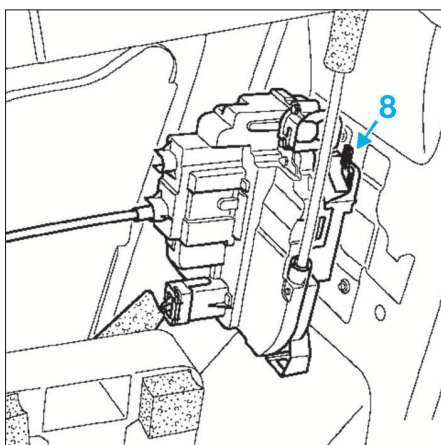

FIG. 78
- Soulever légèrement la serrure pour l'extraire du crochet de maintien (8) (Fig.78).